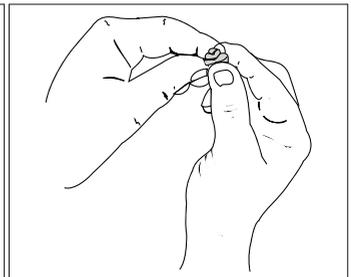

Fig. 20
- Voltar a montar a cobertura do filtro de ar, dando atenção ao encaixe (Fig. 20). A utilização do equipamento sem filtro de ar provoca a perda dos direitos à garantia.